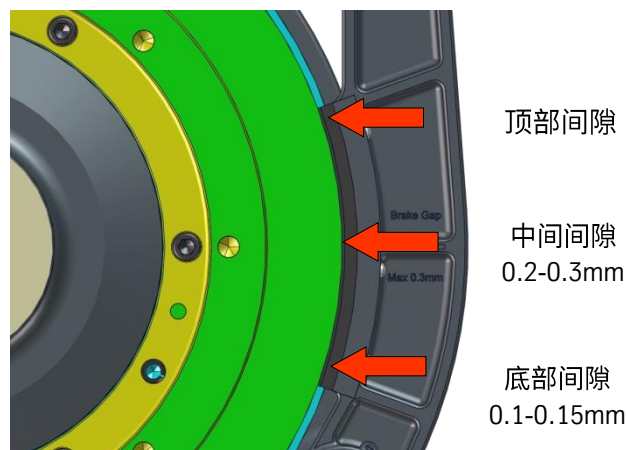

图 4-6
检查制动片与制动轮之间的间隙，见图 4-6：
- b. 通电打开制动器，使用 0.1mm 和 0.15mm 的塞尺，从上至下塞入制动轮与制动片的间隙，确认底部制动间隙为 0.1~0.15mm，即 0.1mm 塞尺可以通过，0.15mm 的塞尺不能通过，见图 4-6。